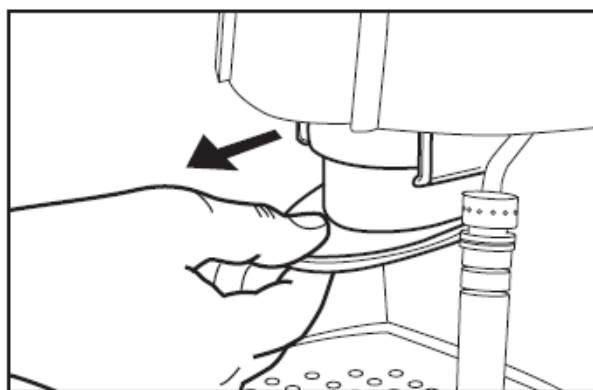

Fig. 19
- Ta ut kapselhållaren ur maskinen (Fig.19).